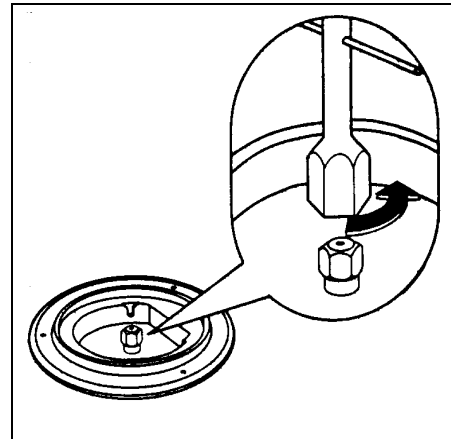

fig.10
3. Avec une clé douille de 7, dévissez les injecteurs (fig. 10) et remplacez-les par ceux convenant au type de gaz utilisé (voir tableau n°1).